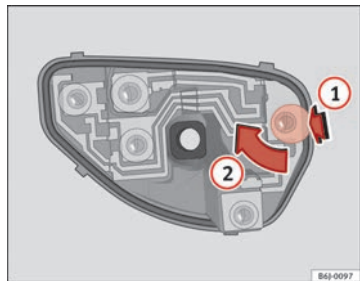

Fig. 153 Remplacement des ampoules des feux arrière
- Une fois le porte-lampes retiré, appuyer dans le sens de la flèche (1) et tourner simultanément dans le sens de la flèche (2) ⇒ fig. 153.